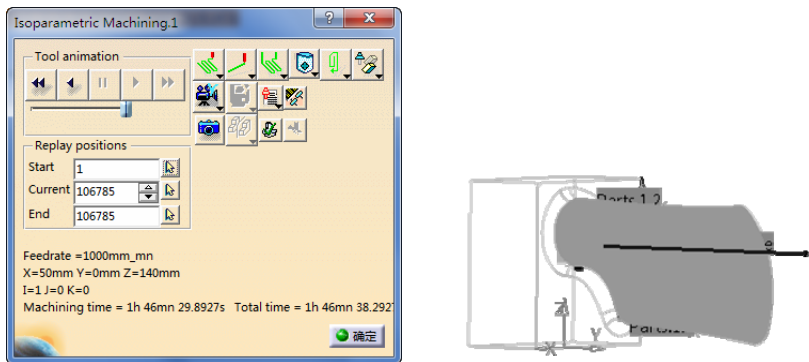

图 4-109 刀具路径轨迹（5）
- 单击“Isoparametric Machining.1”对话框中的 Tool Path Replay 按钮, 弹出“Isoparametric Machining.1”对话框, 同时在图形区显示刀具路径轨迹(5)如图 4-109 所示。